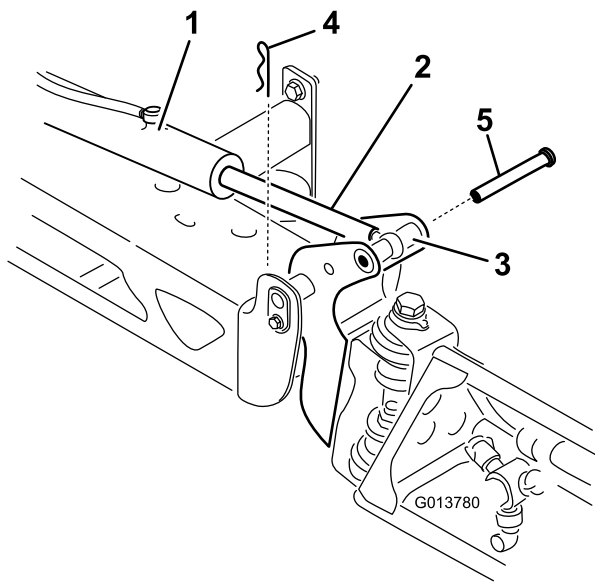

图 118
2. 从枢轴销图 118 上拆下开口销。
- 向上提起喷洒臂拆下柱销 图 118 然后将喷洒臂慢慢放到地面上。
- 支撑住喷洒臂将柱销插入喷洒臂枢轴和杆端 图 118。